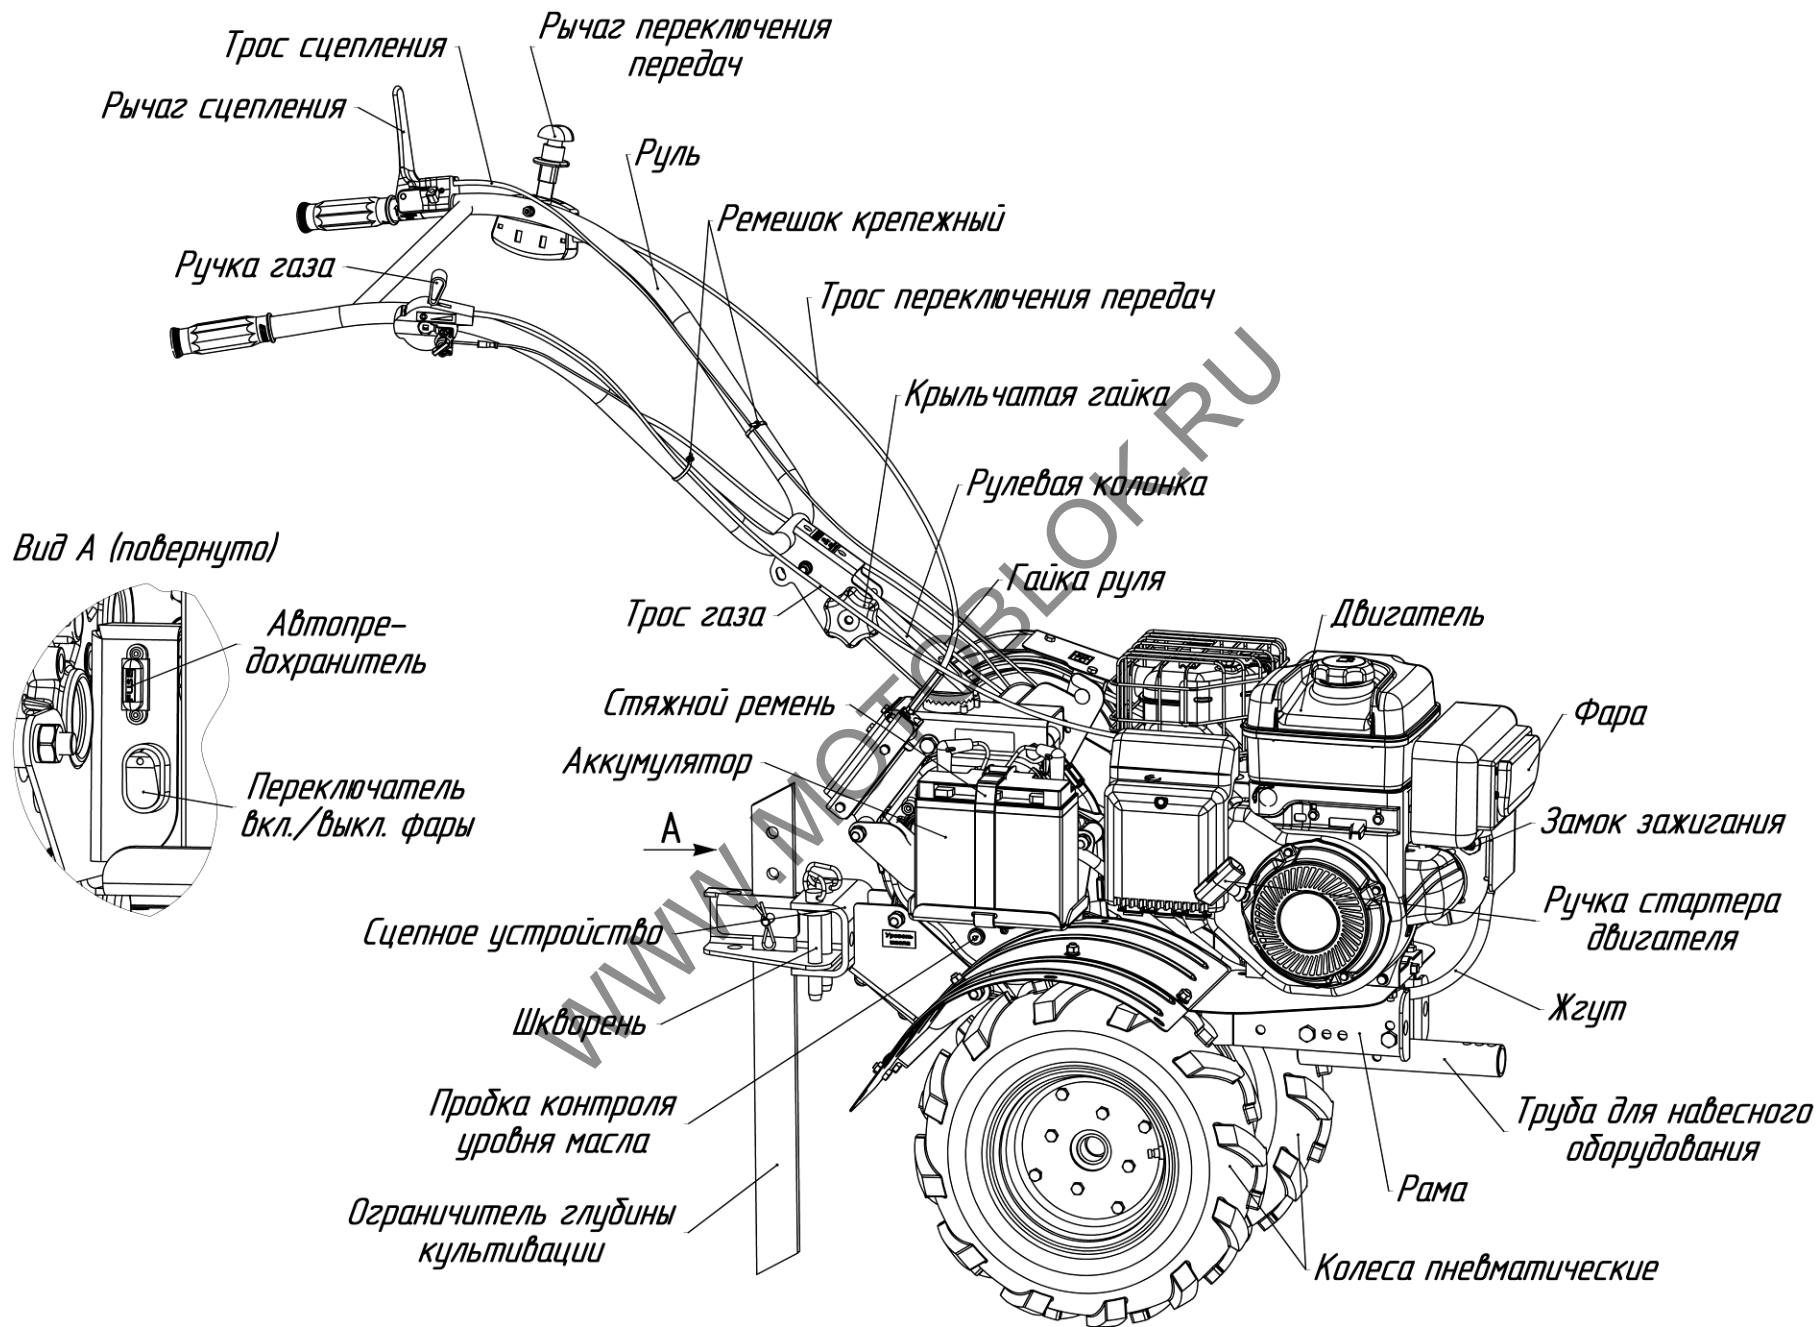

Рис.3 Мотоблок модификаций МБ1-ФС. Общий вид (вид справа)
**Фара** (только для модификации МБ1-ФС/МБ1-ФС) – устанавливается в передней части мотоблока, предназначена для освещения во время движения. Для включения/выключения света следует нажать на переключатель, установленный на мотоблоке (рис.3).